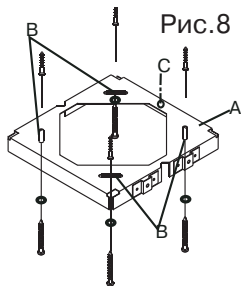
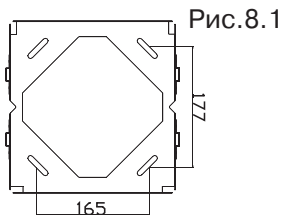

Рис.8
Рис.8.1
1. В выбранном Вами месте произведите разметку на потолке кухни для установки потолочной крепежной пластины **A** (см. рис. 8, рис. 8.1). Просверлите отверстия в намеченных точках. Их диаметр и длина должны соответствовать размерам дюбелей, находящихся в комплекте крепежа. Вставьте дюбели в отверстия и закрепите пластину **A** с помощью саморезов на потолке.